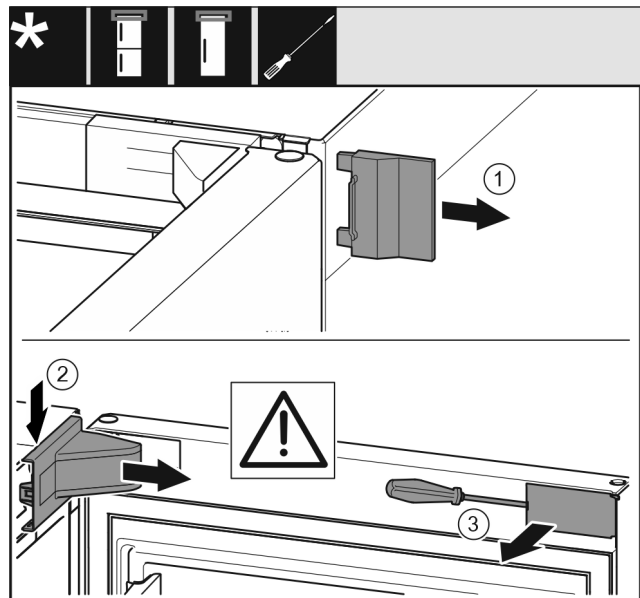

Fig. 9
- ▶ Hiqni kapakun mbulues të jashtëm. Fig. 9 (1)
- ▶ Nxirrni nga foleja kapakun mbulues të bazamentit mbështetës dhe lirojeni. Hiqni kapakun mbulues të bazamentit mbështetës. Fig. 9 (2)
- ▶ Nxirrni nga foleja shiritin mbulues me një kaçavidë dhe shtyjeni anash. Fig. 9 (3)